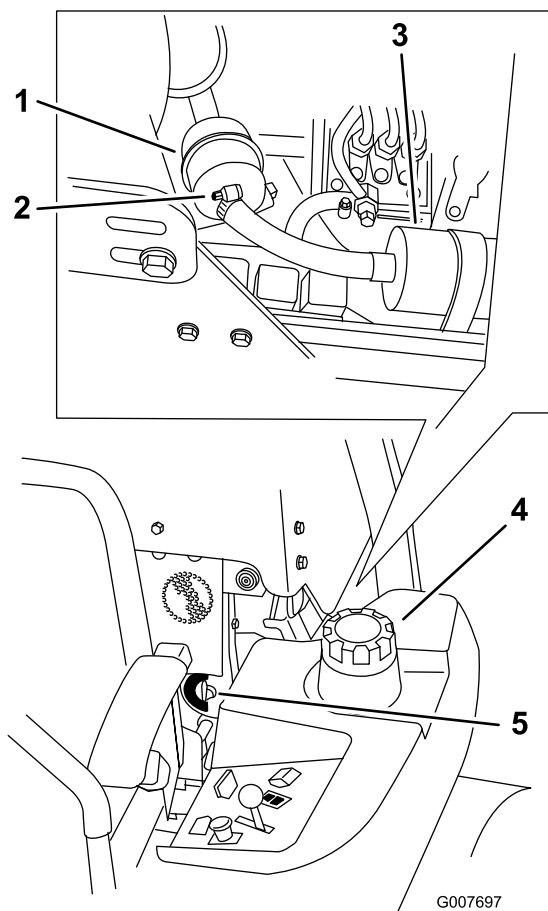

Figure 44
4. Fermez le robinet d'arrivée de carburant (Figure 44).
5. Desserrez les deux colliers de flexibles et débranchez les conduites d'alimentation du filtre à carburant (Figure 44).
6. Remplacez le filtre. Branchez les conduites d'alimentation au filtre à carburant et montez les deux colliers de flexibles (Figure 44).